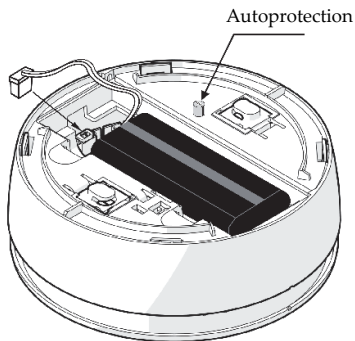

Figure 4
4. Ouvrez le couvercle du compartiment à piles et raccordez le câble de la batterie au connecteur de batterie. Lorsque vous remettez le compartiment à piles en place, assurez-vous que les piles sont orientées du côté du boîtier de la sirène (*reportez-vous à la Figure 4*).